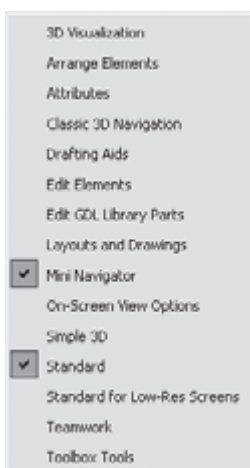

Рис. 2.8. Список панелей инструментов
- Выполните команду меню Window ► Toolbars (Окно ► Панели инструментов). Отобразится список панелей инструментов (рис. 2.8). Щелкнув кнопкой мыши на названии необходимой панели, вы ее включите. При этом слева появится флажок, свидетельствующий о ее активности, а панель отобразится на экране. Щелкнув кнопкой мыши на активной панели, вы ее отключите.